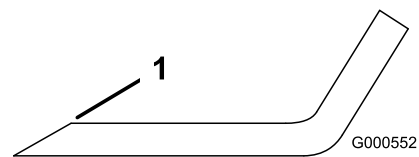

Figure 59
1. Au moyen d'une lime, aiguissez les tranchants aux deux extrémités de la lame (Figure 59).
**Remarque:** Si la lame est déséquilibrée, limez un peu l'extrémité de l'ailette seulement (Figure 59).